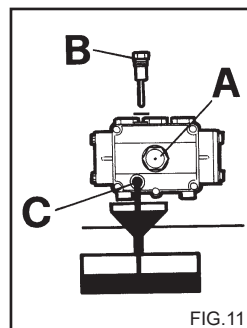

FIG.11
2) Dévisser le bouchon de la jauge d'huile (fig. 11).